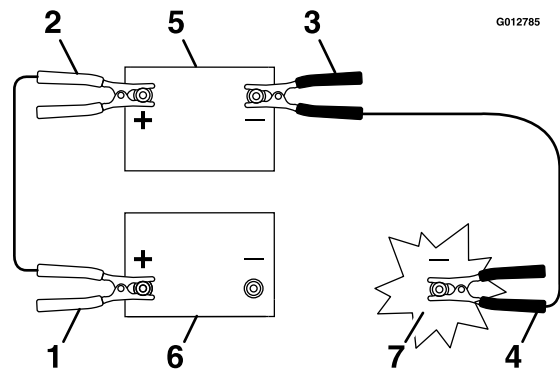

Figura 60
3. Conecte el cable positivo (+) al borne positivo (+) de la batería descargada que está conectado al motor de arranque o al solenoide, según se indica en Figura 60.